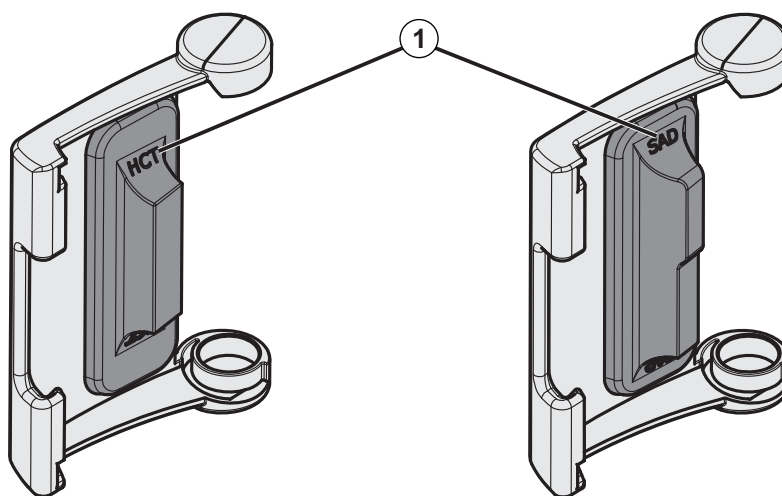

Рис. 7-21 Маркировка с указанием типа на крышках датчиков SAD и НСТ
Крышки помечены спереди точкой – красной (НСТ) и синей (SAD), соответственно, а сзади – НСТ и SAD (см. Рис. 7-21, ①).